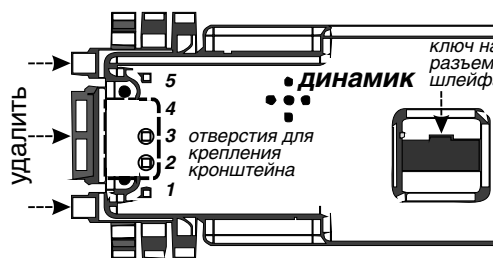

Рис. 6
**Внимание!** На разъеме шлейфа есть ключ (выступ), необходимо подключить разъем шлейфа в соответствии с обозначением, рис. 6 или рис. 11, к бортовому компьютеру.
11. Устанавливаются кронштейны, как показано на рисунке 7. Прикладываем согнутый кронштейн короткой стороной к задней панели бортового компьютера. При этом фигурный вырез кронштейна должен быть обращен в сторону динамика. Рис. 6 и рис. 7.
12. На задней панели компьютера с боковых сторон находится по пять отверстий. Прикручиваем кронштейн саморезами, в отверстия "2" и "3", (считая от той стороны дальше от которой расположен динамик). Рис. 6.